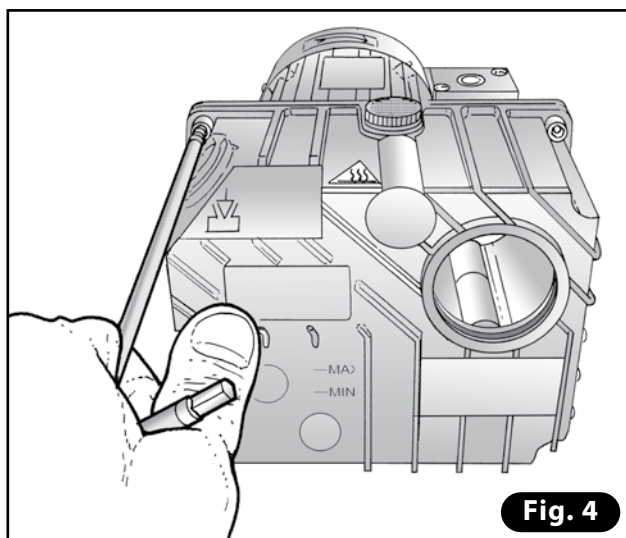

Fig. 4
- 3) Desatornillar los tornillos del depósito del aceite y quitarlo (**Fig. 4**).